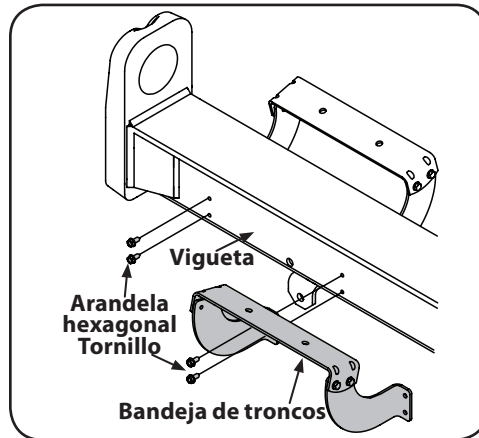

Figura 2-5
- Desconecte el bandeja de troncos de la vigueta que está al costado de la válvula de control extrayendo los dos tornillos de las arandelas hexagonales que lo sujetan a la vigueta y los dos tornillos de las arandelas hexagonales de la vigueta. Vea la Figura 2-5.